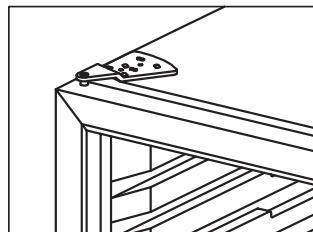

fig. 7.4
- Monter døren på bunnbenslet (8) på samme måte som den ble fjernet, og monter bunnbenslet igjen. Se fig. 7.4